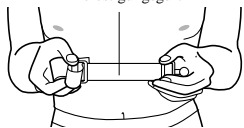

Abb. 19
- 1) Stellen Sie die Länge des Befestigungsgurtes auf den Umfang Ihres unteren Brustbereiches ein (Abb. 19). Achten Sie darauf, daß der Gurt sicher und bequem sitzt.